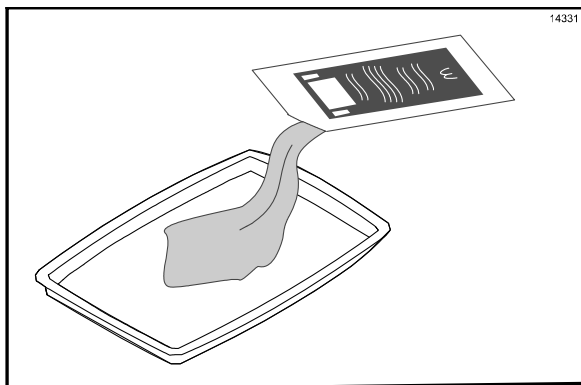

图 42
9. 打开一包 McD Hi-Temp Grill Cleaner (HTGC) (麦当劳高温煎炉清洁剂)。将其全部倒入一个干净的餐碟或不锈钢盘内。（请见图 42）